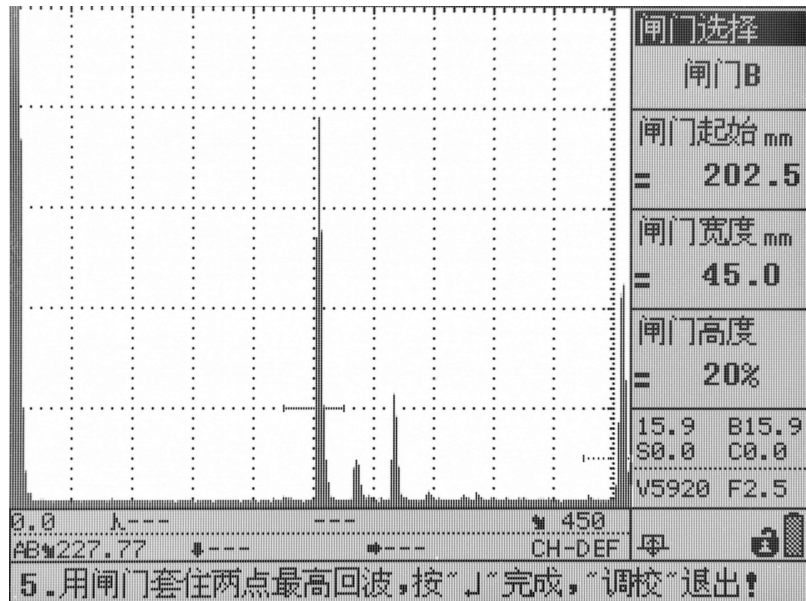

图 2
- 5) 将探头耦合到 CS-1-5 的标定试块上，设置接近的材料声速为 5920m/s，探头零偏采用默认值，一点声程设为 225mm，二点声程设为 450mm，如图 1 所示；单击“确认”键，此时发现两个闸门分别自动套住了两点的最高回波。如图 2 所示。单击“确认”键，自动校准完成。